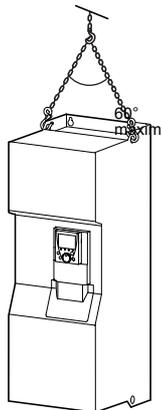

Figura 4
3 Desmonte los tornillos de fijación del variador al palet y manipule el variador con ayuda de un polipasto. A tal efecto, el variador está provisto de orejas de manutención (figura 4).
- 3 Desmonte los tornillos de fijación del variador al palet y manipule el variador con ayuda de un polipasto. A tal efecto, el variador está provisto de orejas de mantenimiento (figura 4).